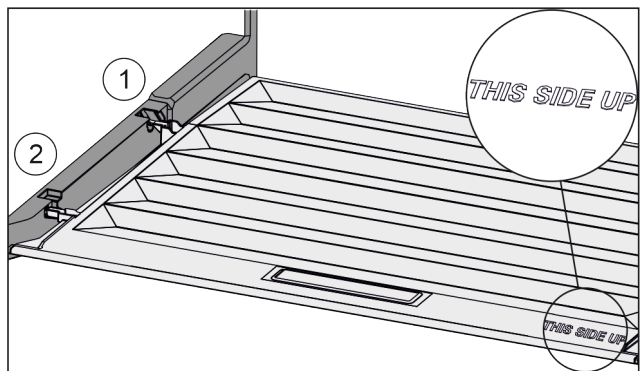

Fig. 99
- ▶ Deckelstege über Öffnung der hinteren Halterung Fig. 99 (1) einführen und vorne in Halterung Fig. 99 (2) einrasten.